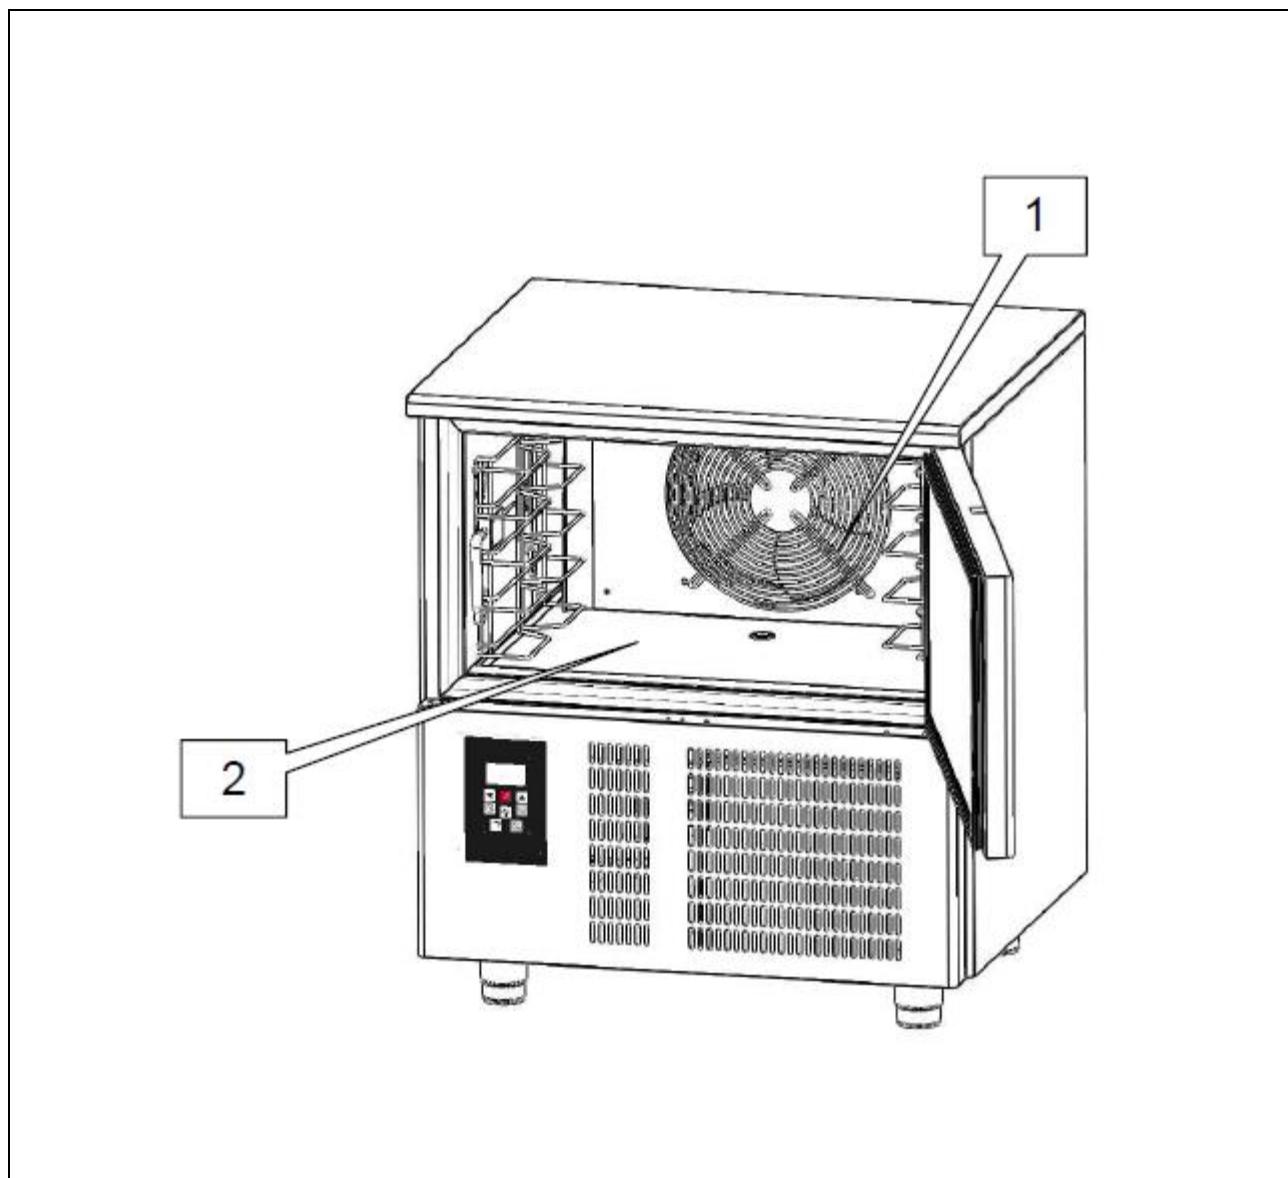

Fig. 4
- Si les arrivées d'air (réf. 1 fig. 4) sont bouchées;
- Si le produit à traiter se trouve contre les grilles d'aération (réf. 2 fig. 4), des arrivées d'air ou sur le fond de la cellule (réf. 2 fig. 4).